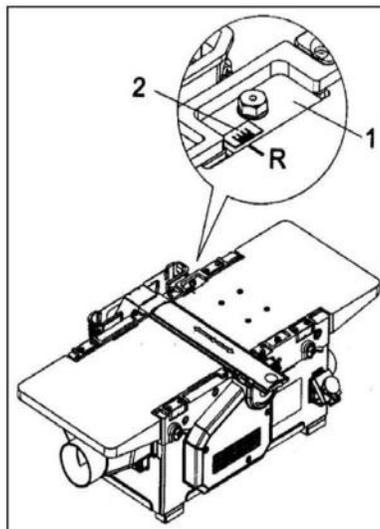

Рис. 23
Для установки глубины фугования слегка ослабьте два болта крепления прижимов ножевого барабана. Они расположены с каждой стороны от режущего барабана (См. Рис.23).
Вращайте рукоятку установки глубины фугования, одновременно контролируя перемещение фуговального барабана по шкале (2) (См. Рис.23).
Глубина фугования может устанавливаться в пределах от 0 до 3мм за один проход. Совместите риску и желаемое значение на шкале (2) (См. Рис.23).